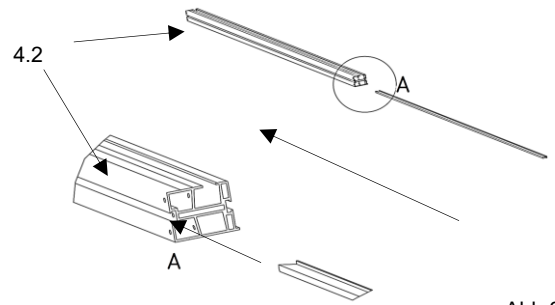

Abb.34
- die mitgelieferten Bürstendichtungen in die Nuten der Randsprossen außen (4.2) ziehen. Abb.34